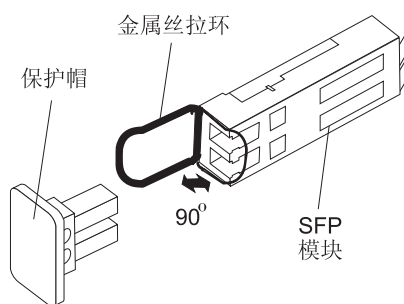

图 25. SFP 模块和保护帽
2. 请如图 25 中所示，从 SFP 模块卸下保护帽。请保管好保护帽以供将来使用。
2. 如果有必要，如第 47 页的图 25 中所示，从 SFP 模块上取下保护帽。请保管好保护帽以供将来使用。